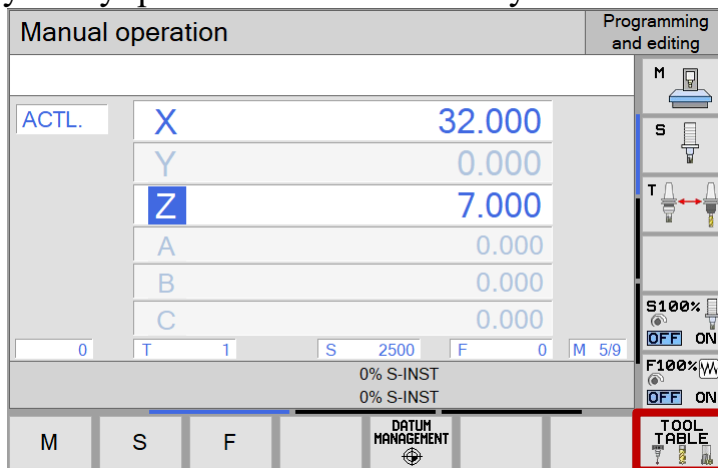

Рис.157. «TOOL TABLE»
4. На экране пульта управления нажать кнопку «TOOL TABLE » (рис.157);